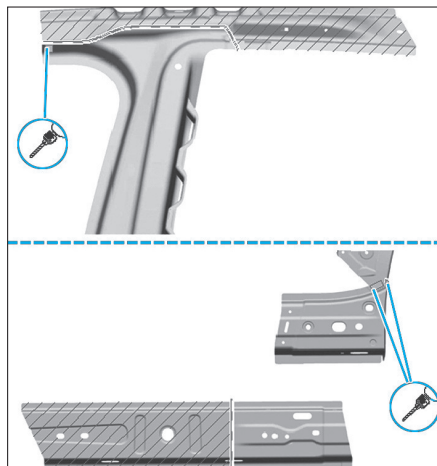

FIG. 67
- Reporter la ligne de coupe sur le renfort de montant B et découper la zone hachurée (Fig.67).